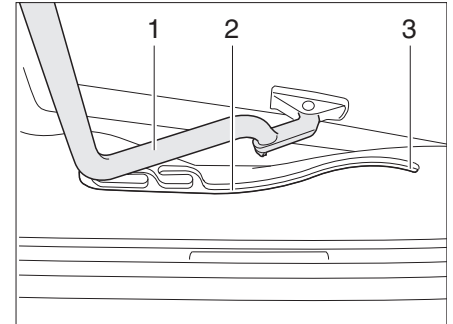

Figure 23 Lanterneau basculant, glissière
- Tirer l'étrier (Figure 23,1) dans les glissières (Figure 23,2) jusqu'à la position la plus reculée (Figure 23,3).
- Pousser l'étrier (Figure 23,1) légèrement vers le haut avec les deux mains.
- Tirer l'étrier dans les glissières (Figure 23,2) jusqu'à la position souhaitée.